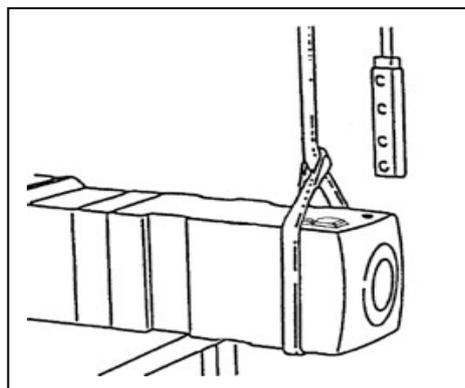

Fig.7
7. Segure o corpo do Martelo pelo lado do guilho numa posição nivelada. Conforme apresenta a Fig.7.